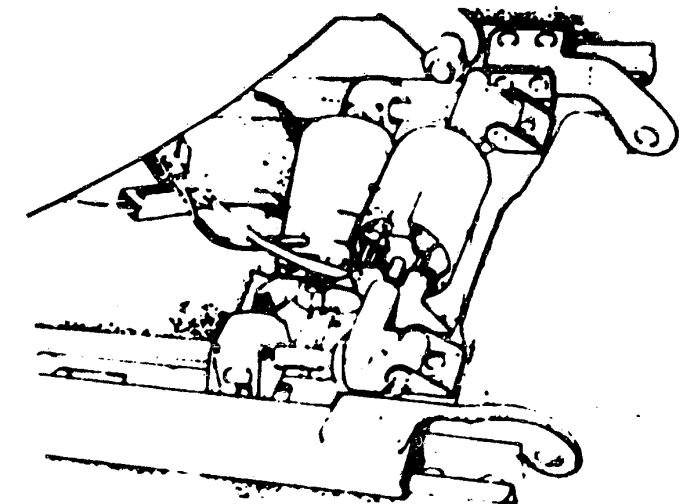

Bild 56 Die Motoren für die Sitzverstellung sind erreichbar, indem die beiden Schrauben vorne am Sitzrahmen gelöst und der komplette Sitz zurückgekippt wird.
a) **Vordersitz:** Die Motoren sind zugänglich, nachdem der komplette Sitz nach hinten gekippt wird (Bild 56). Nach dem Lösen der zwei Schrauben sind die Motoren vorsichtig abzuziehen. Die Treibkabel müssen ihre Schneckentriebe einwandfrei verlassen, ansonsten sind diese an einem Ende zu lösen.